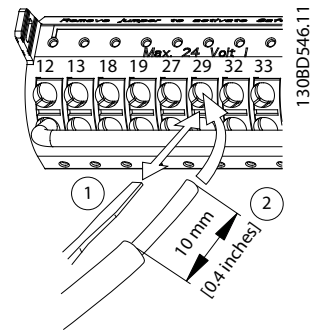

Abbildung 5.20 Anschließen flexibler Steuerleitungen
- Bei einer flexiblen Leitung öffnen Sie den Kontakt, indem Sie einen kleinen Schraubendreher in die rechteckige Öffnung zwischen den Klemmenlöchern entsprechenden Kontakt einführen und nach innen drücken. Siehe *Abbildung 5.20*. Führen Sie anschließend die abisolierte Leitung in den Kontakt und entfernen Sie den Schraubendreher.